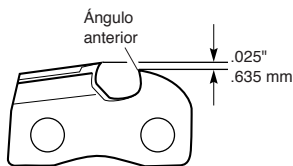

Figura 26 - Figura 22 - Redondeo del ángulo anterior de la medida de profundidad
3. Retire el calibrador de medida de profundidad. Utilice una escofina plana para redondear la esquina frontal de la medida de profundidad del elemento de corte (vea la Figura 26 en la página 44).